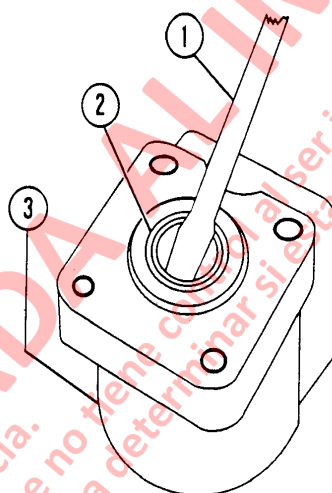
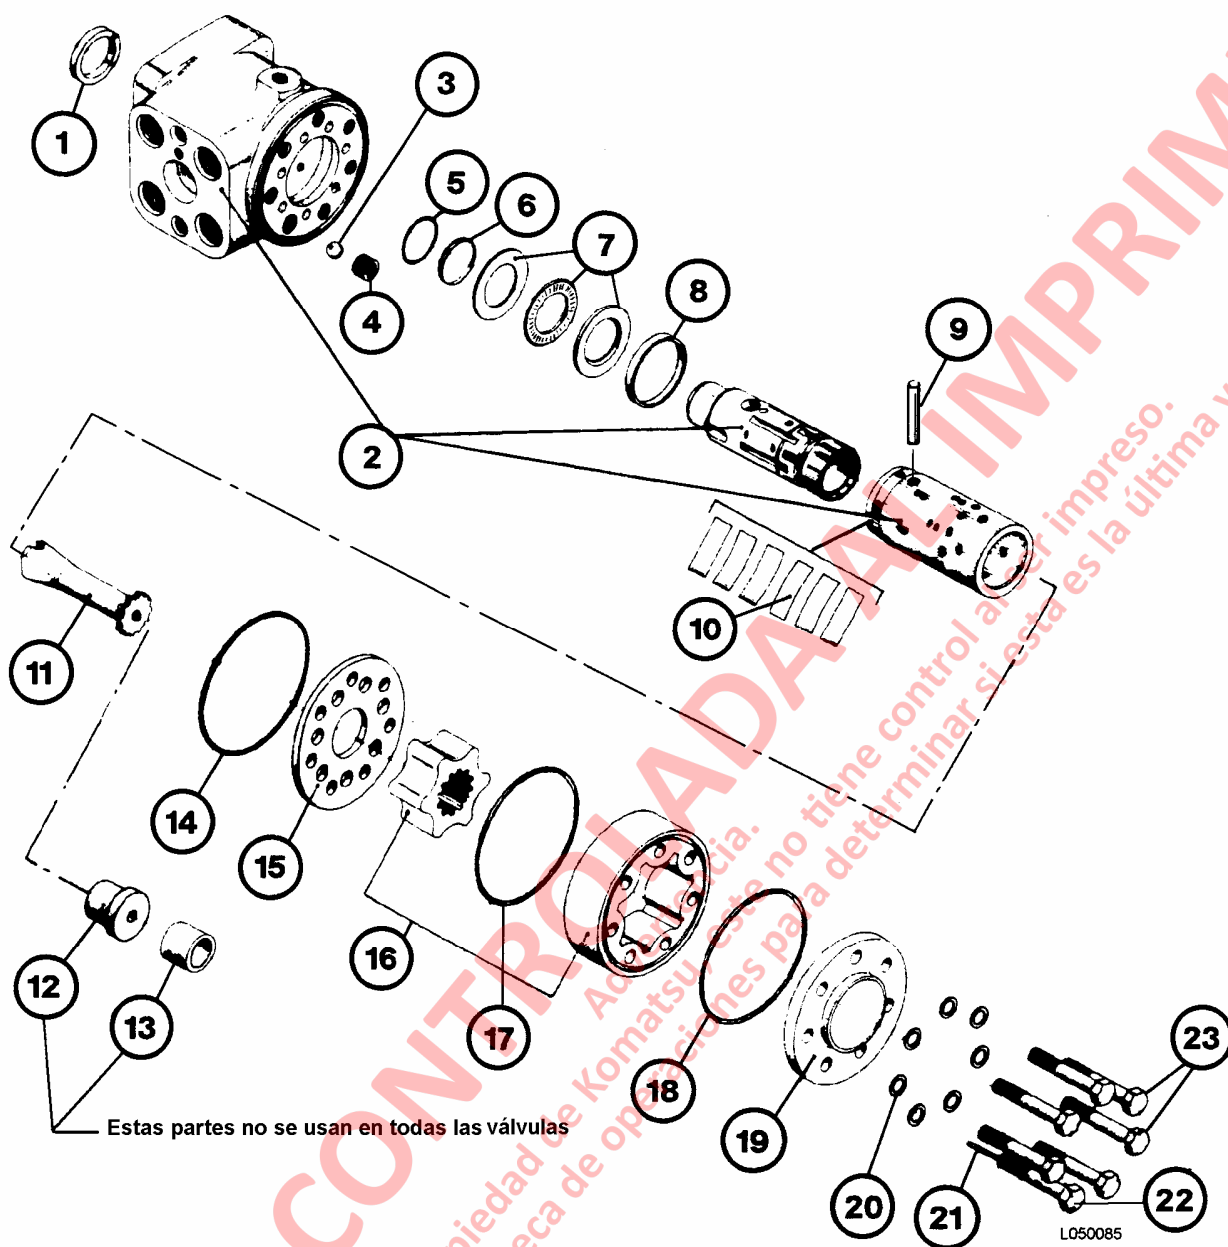

FIGURA 5-6. RETIRO DEL SELLO DE POLVO
FIGURA 5-7 VALVULA DE CONTROL DE LA DIRECCION
5. Saque el engranaje exterior del conjunto de la rueda de engranajes (1) y el anillo de goma entre el conjunto de engranajes y la placa de distribución.
7. Retire el eje cardán (11, Figura 5-7), la placa de distribución (15) y el anillo de goma (14).
8. Saque el buje roscado (4) y la bola (3).
**Si la caja no está en posición vertical cuando se saca el carrete y la camisa, el pasador (9) se puede salir de la posición y atrapar los carretes dentro de la cavidad de la caja.**
10. Saque el anillo de goma (5), el anillo real (6) y el conjunto del rodamiento (7).
11. Saque el anillo (8) y el pasador (9) y saque cuidadosamente el carrete interior de la camisa exterior.
12. Presione los resortes de posición neutro (10) para sacarlos de su ranura en el carrete interior.
13. Saque el sello de polvo (2, Figura 5-6) usando un destornillador. Tenga cuidado de no rayar o dañar la cavidad del sello de polvo.
5. Instale el pasador transversal (9, Figura 5-7).
7. Coloque el sello de polvo (1, Figura 5-7) en su posición. Usando un bloque plano de hierro sobre el sello, golpee hacia la caja.
12. Monte la placa de distribución (15, Figura 5-7) de tal forma que los orificios de la placa calcen con los orificios correspondientes de la caja.
13. Guíe el eje cardán (11) dentro de la cavidad con la ranura en el eje cardán alineado con el pasador transversal (9).
15. Engrase los anillos de goma (17) y (18) en ambos lados de la rueda del engranaje exterior con vaselina e instale.
17. Alinee la cubierta (19) usando las marcas de calce como referencia. Instale los pernos (23) y las golillas (20).
18. Instale el perno con el pasador (22) en el orificio correspondiente.